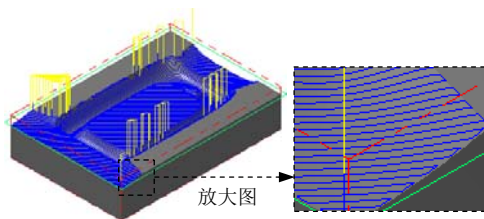

图 23.22 刀具路径
(2) 设置精加工平行铣削参数。在“曲面精加工平行铣削”对话框中单击“精加工平行铣削参数”选项卡，然后在“大切屑间距 (M)”文本框中输入值 1.0；在“切削方式”下拉列表中选择“双向”选项；在“加工方式”文本框中输入值 45。
(3) 单击“间隙设置 (G)...”按钮，系统弹出“刀具路径的间隙设置”对话框；在“位移小于允许间隙时，不提刀”区域的下拉列表中选择“沿着曲面 (s)”选项，并选中“刀具沿着切削范围的边界移动”复选框。单击“确定”按钮，系统返回至“曲面精加工平行铣削”对话框。
Step5. 单击“曲面精加工平行铣削”对话框中的“确定”按钮，此时在图形区生成图 23.22 所示的刀具路径。